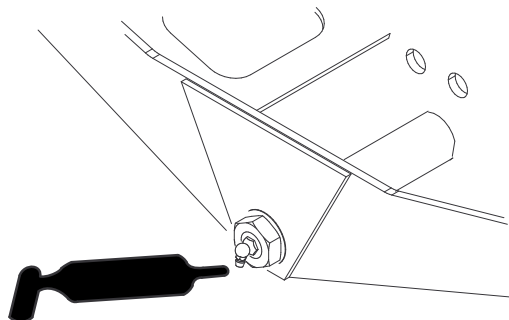

Рисунок 34
- Ось поворота моста (1 шт.) — Рисунок 34